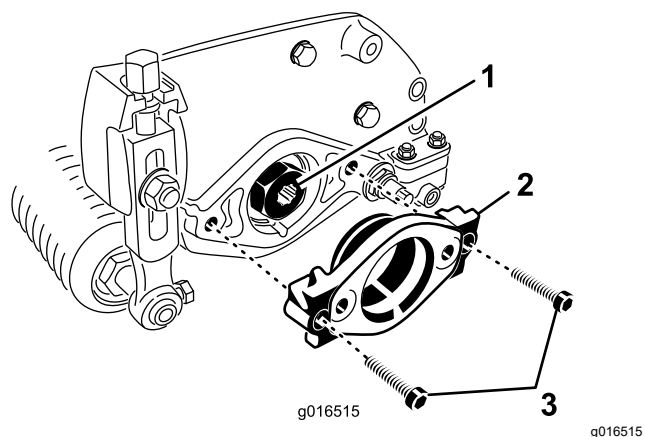

Figura 7
2. Îndepărtați cele 2 uruburi cu cap imbus care fixează suportul motorului pe capătul din stânga al unităii de tăiere. Îndepărtați suportul motorului (Figura 7).
3. Aplicați lubrifianț pe diametrul interior al cuplajului de antrenare (Figura 7).
4. La capătul stânga al unităii de tăiere, aplicați un strat ușor de ulei pe inelul de etanare și montați suportul motorului cu cele 2 uruburi cu cap imbus îndepărtate anterior (Figura 7). Strângeți șuruburile la un cuplu de 16 - 20 Nm.